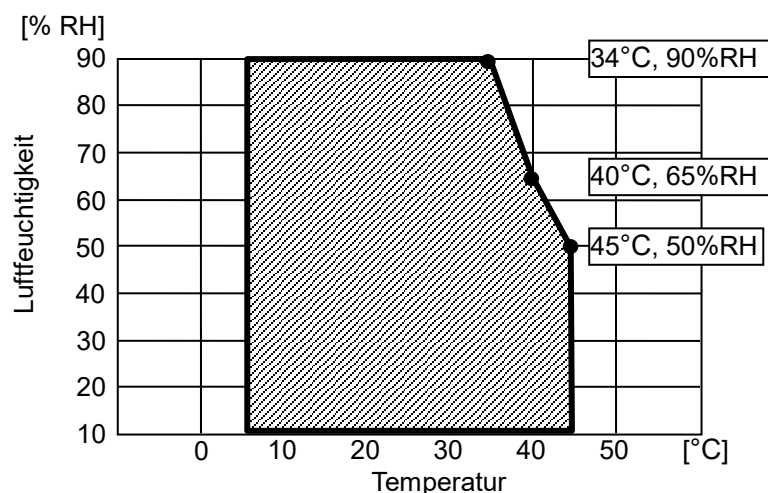

Abbildung 18-1 Betriebstemperatur- und Luftfeuchtigkeitsbereich
*3: Die garantierte Luftfeuchtigkeit bei jeder Temperatur liegt innerhalb des in Abbildung 18-1 angegebenen Bereichs.